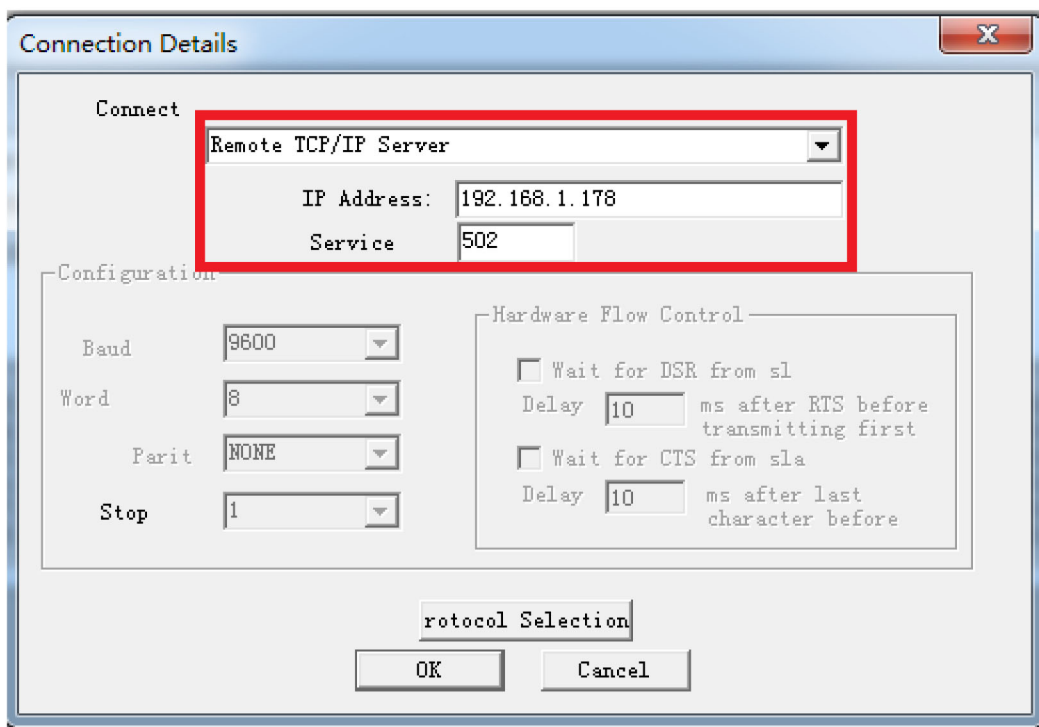

图 1
2. 选择菜单 Connection/Connect, 选择 Remote TCP/IP Server, 输入 ROHO-EM-Q 的 IP 地址, Service 端口为 502; 点击[OK]按钮, 如图 1 所示。